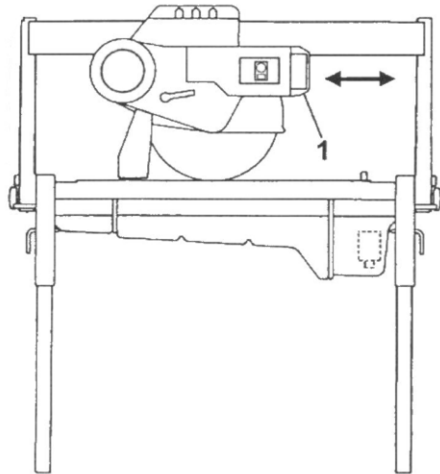

Fig. 3.4
6. Horisontell sågning sker genom att såghuvudet dras mot det arbetsstycket på sågbordet (Fig. 3.4).